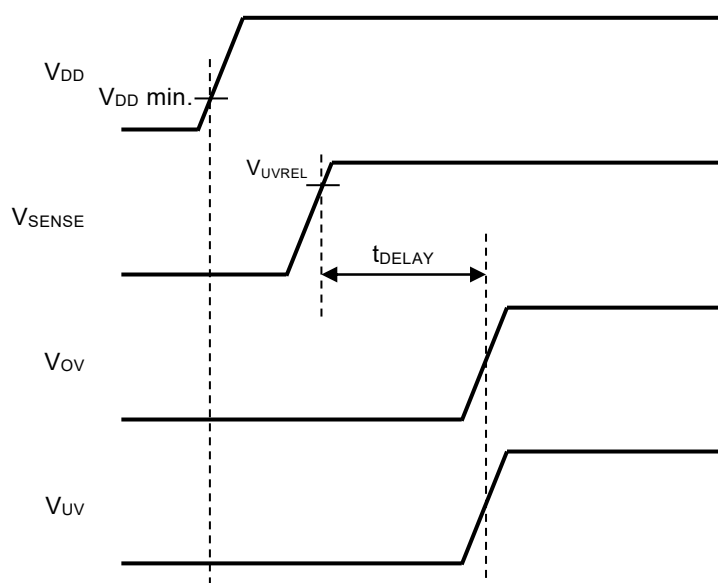

図20
- (1) VDD端子、SENSE端子の順番 (図20参照)
- (2) VDD端子、SENSE端子同時